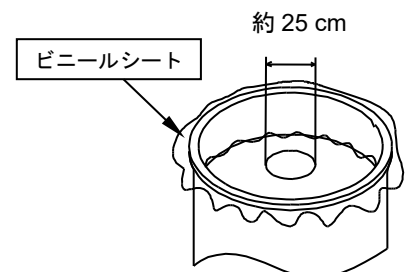

Fig.5.5
- 1) インキドラムの蓋を開け、ビニールシートのシワを伸ばし、ドラムの縁から広げて出してください。（Fig.5.5）
- 3) ビニールシートの中央部に直径 25 cm 程度の丸穴を開け、カットした中央のビニールシートを取り除いてください。（Fig.5.5）